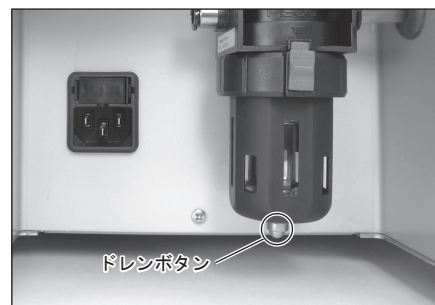

図 27
- 1) エアークリアフィルターのケース内に水が溜まってきたら、ケースの下にあるドレンボタンを押して水抜きを行います（図 27）。